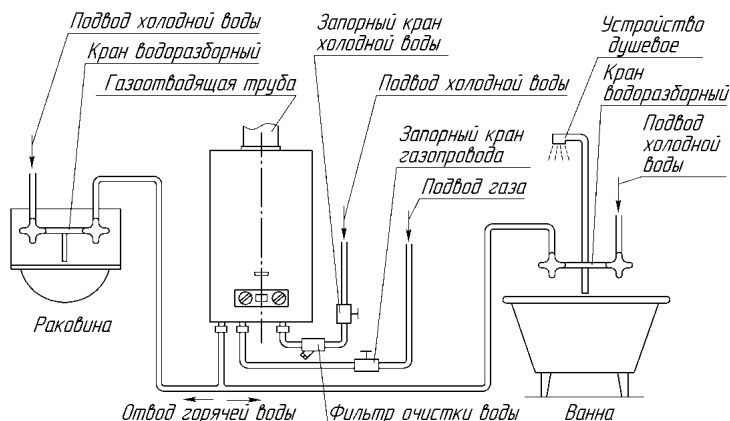

Рисунок 5. Схема установки водонагревателя
7.1.10. Схема установки (подключения) водонагревателя приведена на рис. 5. Рекомендуется сначала подключить водонагреватель к водопроводной сети, заполнить систему водонагревателя водой и затем подключить его к газовой сети.
7.3.1. Для увеличения срока службы водонагревателя и улучшения его эксплуатационных характеристик необходимо устанавливать перед ним фильтр очистки воды (рис. 5).
7.3.2. Для облегчения последующего технического обслуживания необходимо установить перед водонагревателем запорный кран на трубопроводе подвода холодной воды (рис. 5). Запорный кран должен быть легко доступен.